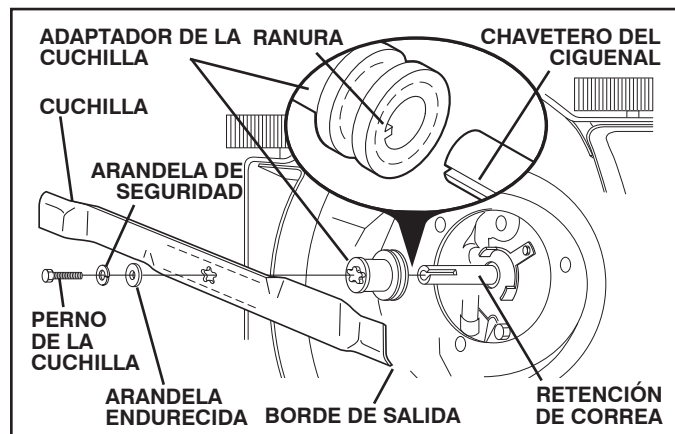

FIG. 13
**PARA REMOVER LA CUCHILLA (Vea Fig. 13):**
**PARA CAMBIAR LA CUCHILLA (Vea Fig. 13):**